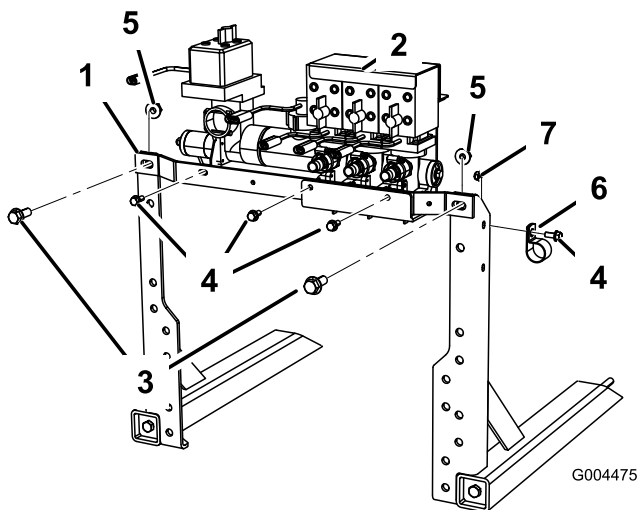

Figura 9
1. Montate la nuova traversa sui montanti della valvola con gli elementi di fissaggio rimossi in precedenza (Figura 9).
2. Fissate il gruppo valvola alla barra con i 3 bulloni (5/16 x 3/4 poll.; consultate Figura 9).
3. Installate la fascette stringitubo al montante destro della barra (Figura 9).
a R montato sul montante destro della barra (Figura 9) e nel foro con l'anello passacavi nel telaio del gruppo barra.